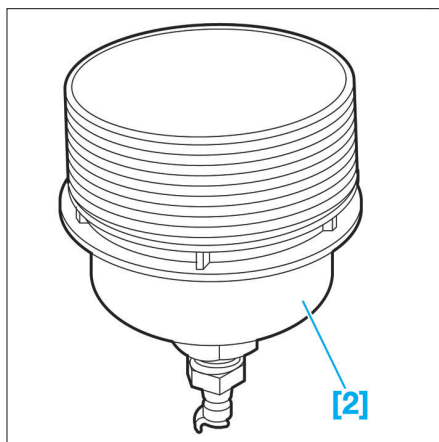

Fig. 18
- [2]. Adaptateur pour bouchon de filtre à huile (réf : 1503-J) (Fig.18).